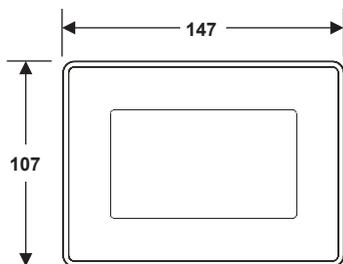

Fig. 2a
- Prévoir une découpe du panneau de commande présentant les dimensions indiquées sur les Fig. 2a et 2c.